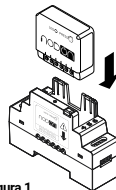

figura 1
- 3 Introduzca el módulo en el adaptador para carril DIN respetando el sentido de introducción del módulo; la bornera debe situarse a la izquierda (ver la figura 1). Compruebe que los terminales se hayan desenroscado correctamente y asegúrese de no doblar las clavijas situadas en el interior de la caja.